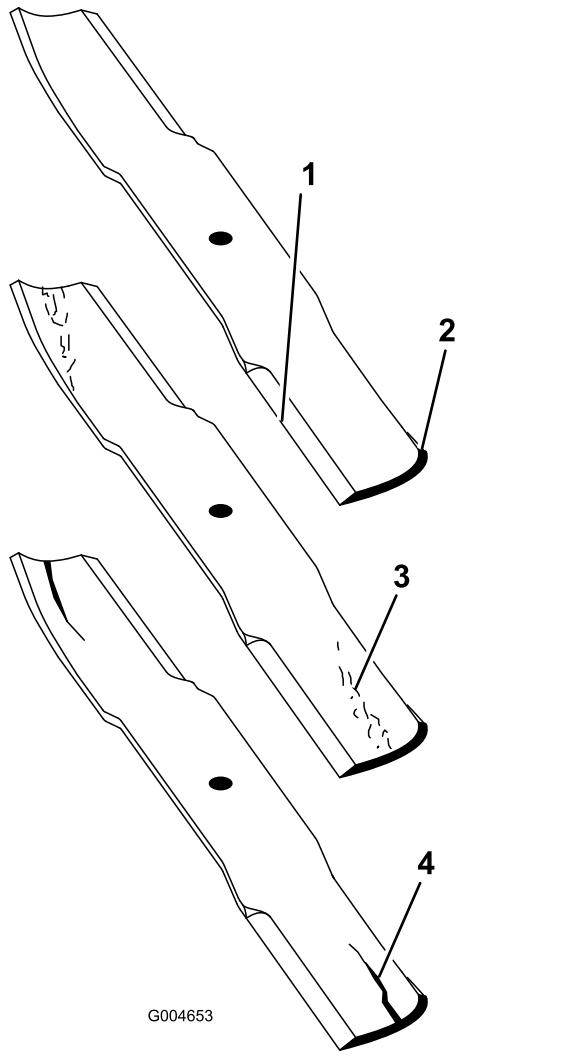

Figura 21
3. Ispécione as extremidades de corte (Figura 21). Se as extremidades não estiverem afiadas ou estiverem amolgadas retire e afie as lâminas. Consulte Afiar as lâminas (Afição das lâminas (página 20)).
4. Ispécione as lâminas, especialmente a área da aba (Figura 21). Se verificar quaisquer danos, desgaste, ou a formação de ranhuras nesta
área (Figura 21), instale imediatamente uma lâmina nova.